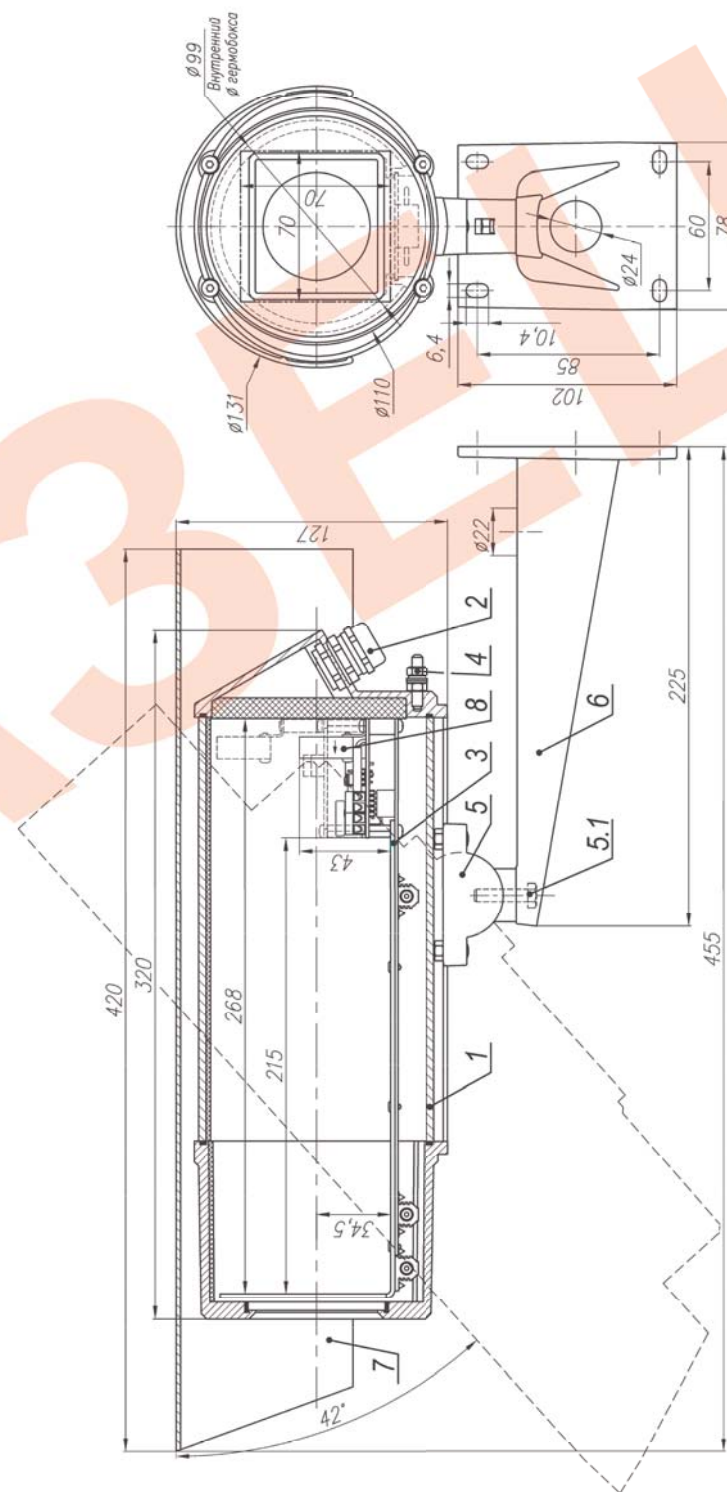

Рис.1 Состав и габаритно-установочные размеры ТГБ-7
2. Выдвинуть модуль видеокамеры (поз.3 рис.1) из кожуха.
8. Ослабив болт фиксации шарнира (поз.5.1 рис.1), установить термокожух на нужное направление обзора, после чего надежно зафиксировать шарнир затянув болт.
9. Заземлить термокожух с помощью болта заземления (поз.4 рис.1).
В состав изделия входят (см. рис.1):